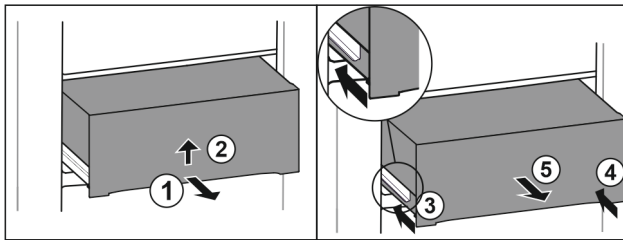

Fig. 43
- ▶ Витягніть ящик на половину. Fig. 43 (1)
- ▶ Підняти висувний ящик за нижній бік. Fig. 43 (2)
- ▶ Вставити ліву рейку. Fig. 43 (3)
- ▶ Вставити праву рейку. Fig. 43 (4)
- ▶ Вийняти висувний ящик рухом вперед. Fig. 43 (5)